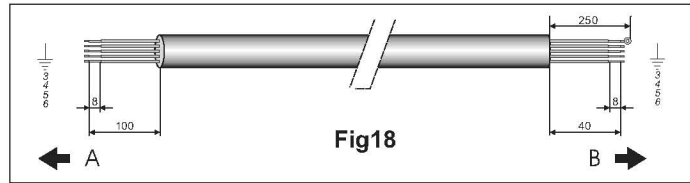

Fig.18 A. EXTERIOR B. INTERIOR
2.Prepare las terminales del cable multilínea (7) para la conexión de acuerdo a lo mostrado en fig.18.